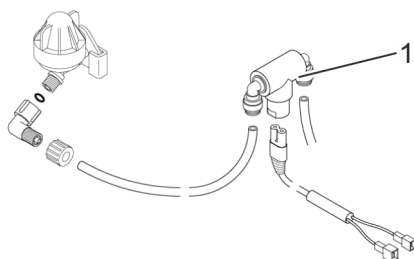

Abb. 60: Chlordesinfektionseinheit
1. ➔ Chlordesinfektionseinheit (Abb. 60/1) gemäß Abb. 60 demontieren.
2. ➔ Chlordesinfektionseinheit (Abb. 60/1) austauschen.
3. ➔ Chlordesinfektionseinheit (Abb. 60/1) gemäß Abb. 60 montieren.